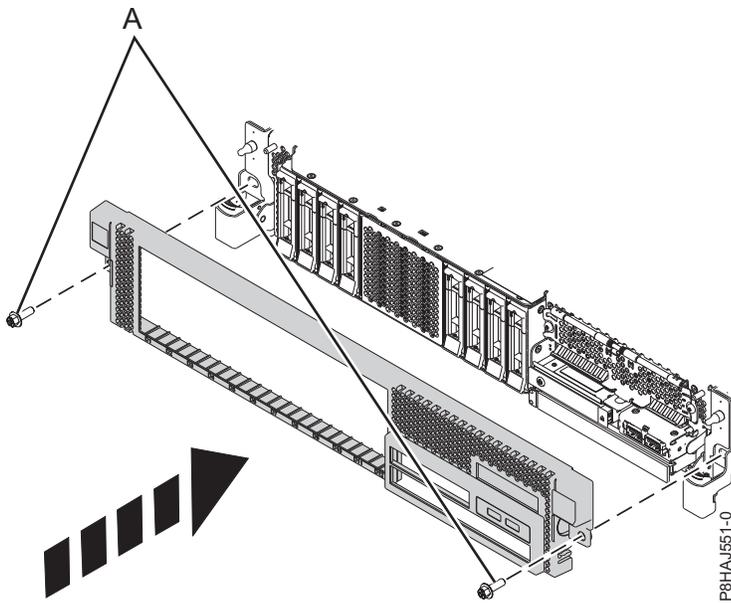

Figure 136. Installation du capot avant
3. Appuyez sur les loquets dans le sens indiqué dans la figure 136, à la page 160. Le capot avant se met en place ; il est doté d'un renforcement permettant de le tenir plus facilement.
4. Remettez en place les vis de transport (A).